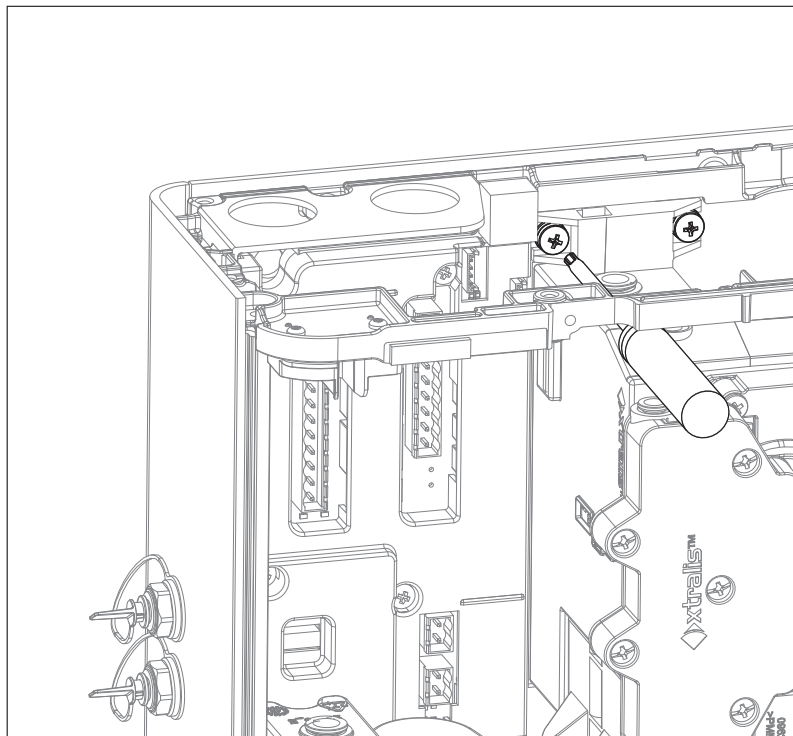
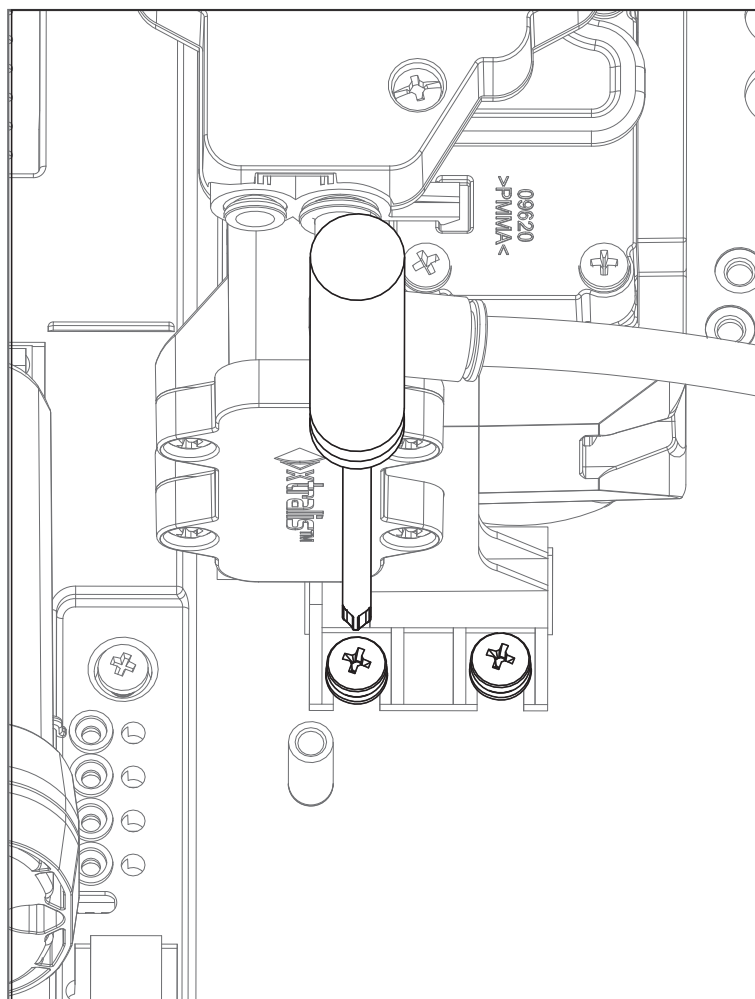

Рис. 7-31: Снятие винтов, крепящих модуль дымового датчика
Рис. 7-32: Снятие винтов, крепящих модуль дымового датчика
9. Открутите четыре винта, которыми крепится модуль дымового датчика (Рис. 7-31 и Рис. 7-32). Два винта расположены в верхней части модуля и два — в нижней.